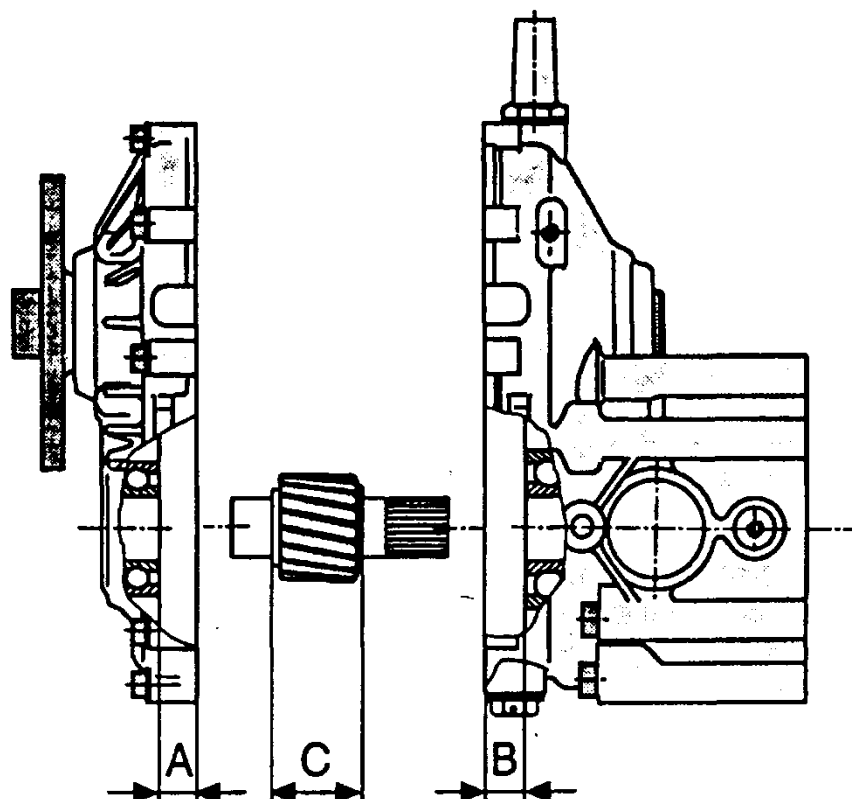

Рис. 62. Определение осевого зазора между ведущей шестерней и подшипником
14. Выполнить регулировку осевого зазора между ведущей шестерней и подшипником (рис. 62):
17. Выполнить регулировку осевого зазора между ведущей шестерней и подшипником (рис. 62):